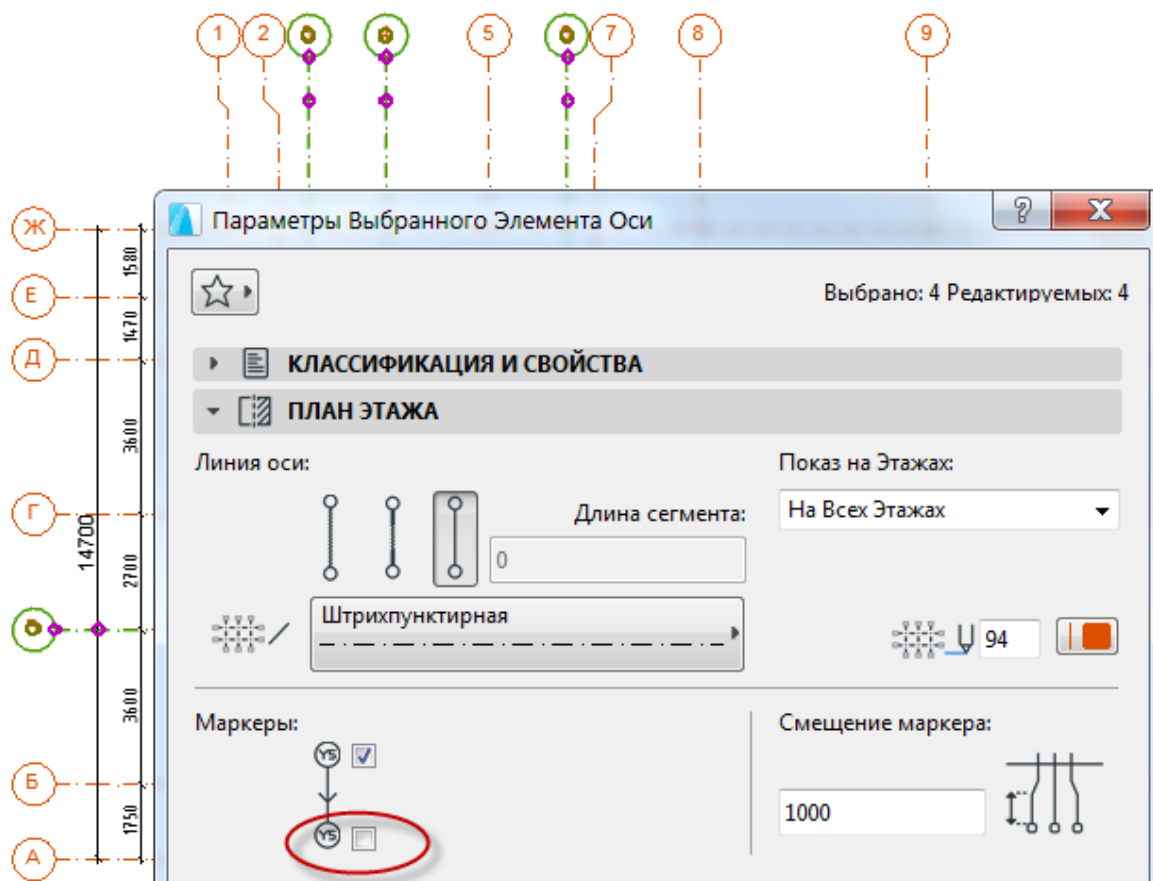

Рис. 2.10
*Редактирование осей.* Отключите выбор группы, чтобы можно было изменять каждую ось самостоятельно. Выберите **оси 3, 4, 6, В** и задайте показ маркеров только с верхней стороны оси (для горизонтальной оси означает с левой стороны оси) (рис. 2.10), затем выберите **ось 7** и задайте показ маркера только снизу.